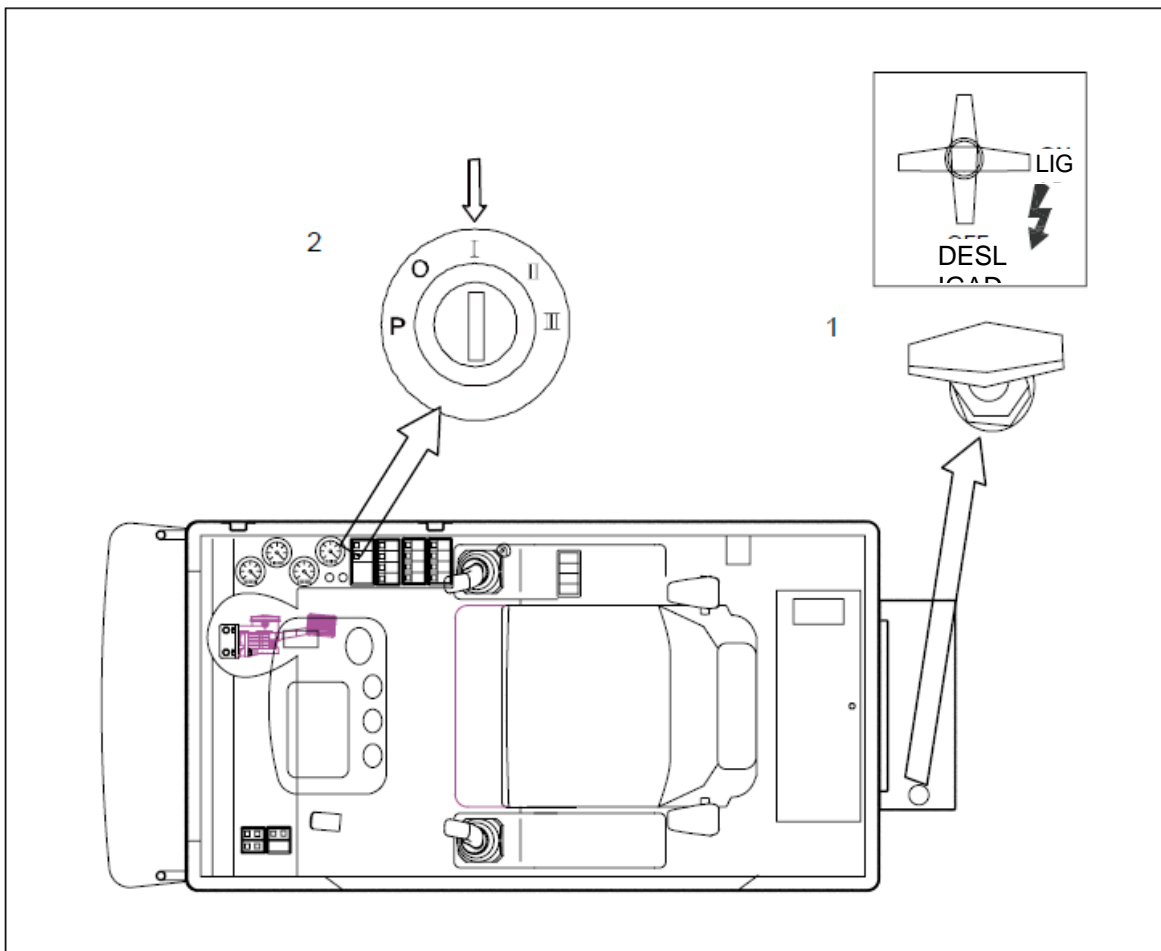

Fig.4-2.51 Localização da chave de ignição
1) Como mostrado na Fig.4-2.51, ligue o interruptor de energia mecânica.